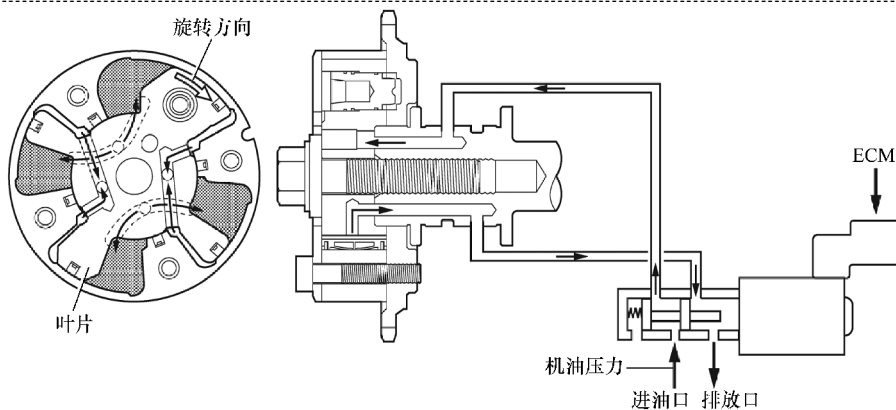
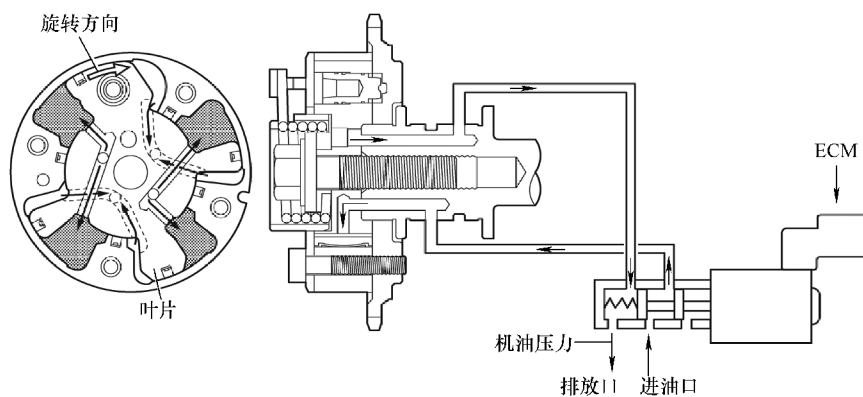

图 12-6 进气凸轮轴正时提前
图 12-7 排气凸轮轴正时提前
(1) 正时提前 通过来自 ECM 的提前信号将凸轮轴正时机油控制阀分别定位在图 12-6 和图 12-7 所示位置时，产生的机油压力施加到正时提前侧叶片室，使凸轮轴沿正时提前方向旋转。